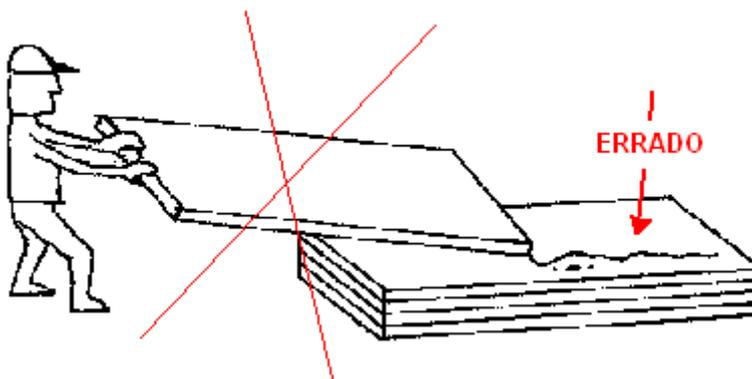

Figura 8 – Modo incorreto de carregar ou descarregar
**OBSERVAÇÃO:** A Prevenção não se responsabilizará por Portas danificadas, com arranhões ou amassamento, normalmente provocados pelo manuseio incorreto, conforme item 3.3.
3.3 Não arraste as portas ao serem descarregadas, pois poderão danificar ou até mesmo inutilizar o material (figura 8). Se isto acontecer, haverá uma taxa de transporte fora o material a ser substituído.